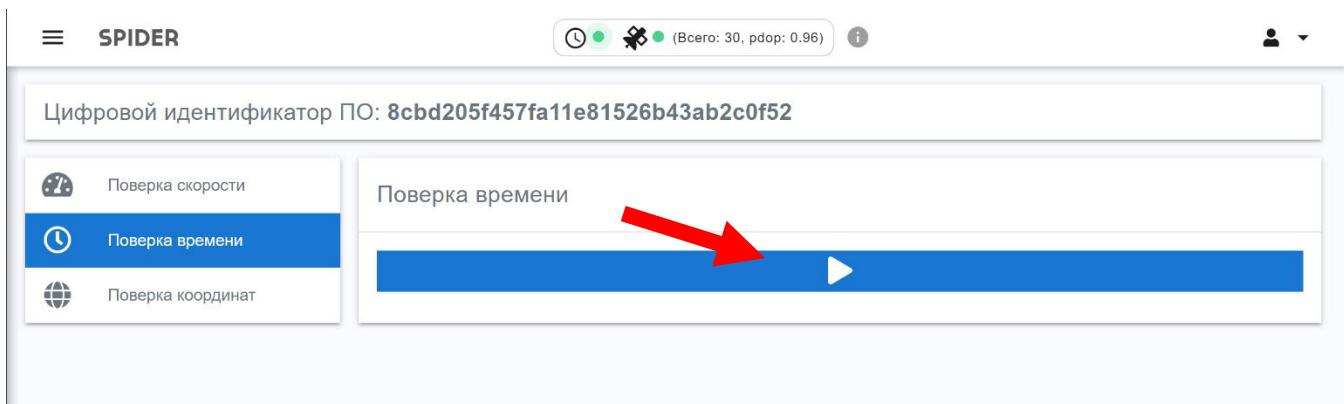

Рисунок 9 – Интерфейс поверки времени
6.7.2. Цифровой идентификатор ПО отображается в разделе «Проверка» (см. рисунок 9).
6.7.4.4. Запустить поверку времени (см. рисунок 9).